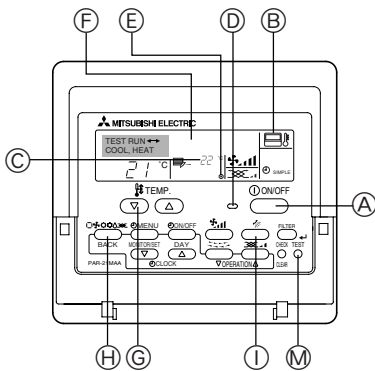

Fig. 8-1
8.2. Выполнение испытания (Использование проводного пульта дистанционного управления) (Fig. 8-1)